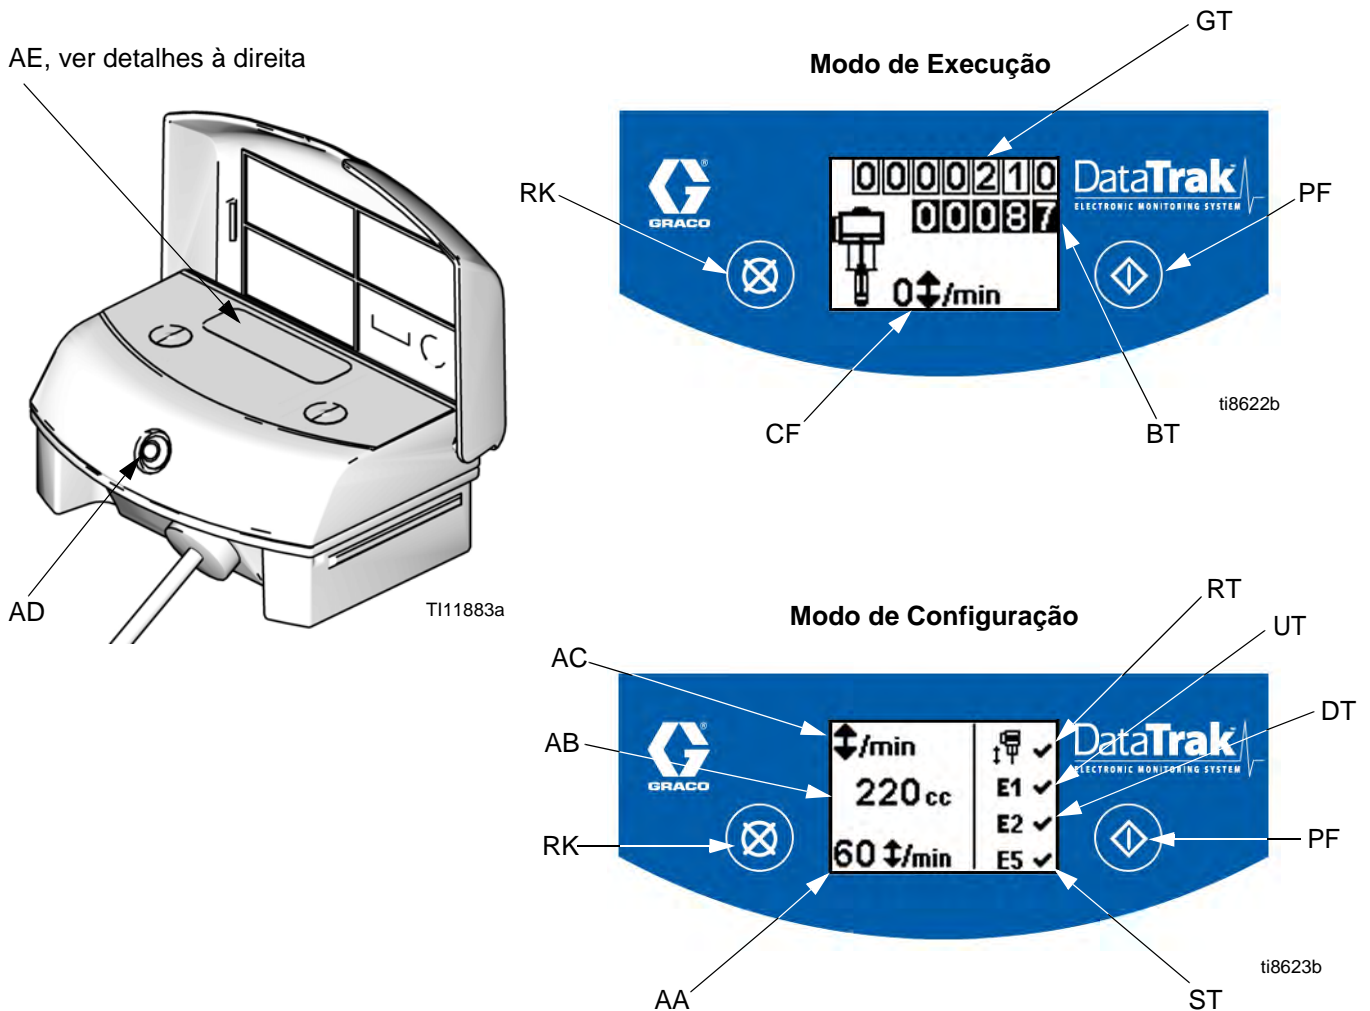

FIG. 9. Controlos e Indicadores do DataTrak
Legenda para a FIG. 9
1. Consulte a FIG. 9. Premir continuamente  durante 5 segundos até aparecer o menu de configuração.
NOTA: No caso de desferragem, as opções de erro E1, E2 e E5 são activadas e  aparece no ecrã de configuração. Consulte a FIG. 9.
1. Consulte a FIG. 9. Se ocorrer uma desferragem da bomba, o solenóide de desferragem irá actuar, parando a bomba. O LED (AD) fica intermitente e o visor (AE) indica uma condição de desferragem
⊗ (consulte a FIG. 9).
1. Consulte a FIG. 9. Para aceder ao modo de escorvar/lavar, prima qualquer tecla para activar o visor e, em seguida, prima . Aparece o símbolo de escorvar/lavar no visor e o LED fica
Consulte a FIG. 9. O último algarismo do totalizador de lote (BT) representa as décimas partes de galões ou de litros. Para reiniciar o totalizador, prima qualquer tecla para activar o visor e, em seguida, mantenha premida durante 3 segundos.
Consulte a FIG. 9. Em modo de funcionamento, o visor (AE) desliga-se após 1 minuto de inactividade ou após 3 minutos no caso do modo de configuração. Prima qualquer tecla para activar o visor.
O DataTrak consegue diagnosticar diferentes problemas da bomba. Quando o monitor detecta um problema, o LED (AD, FIG. 9) fica intermitente e aparece um código de diagnóstico no visor. Consulte a Tabela 1.